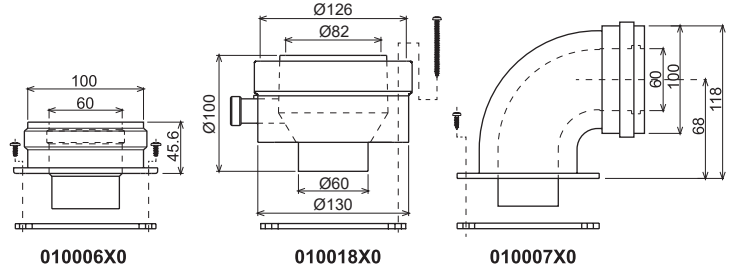

Рис. 9. Начальные элементы для коаксиальных воздуховодов
**Внимание:** для котлов Vitatch D F 40 используется коаксиальный дымоход 80/125 (рис. 9А), артикул 902601230.